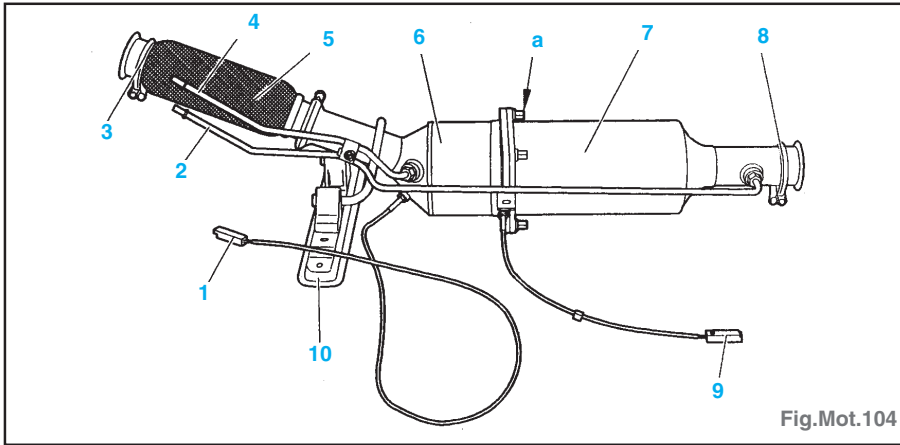

Fig.Mot.104
- Déconnecter les sondes de température (1) et (9) (Fig.Mot.104).
- Déconnecter et obturer les raccords des capteurs de pression (2) et (4) ; à l'aide des outils [1].